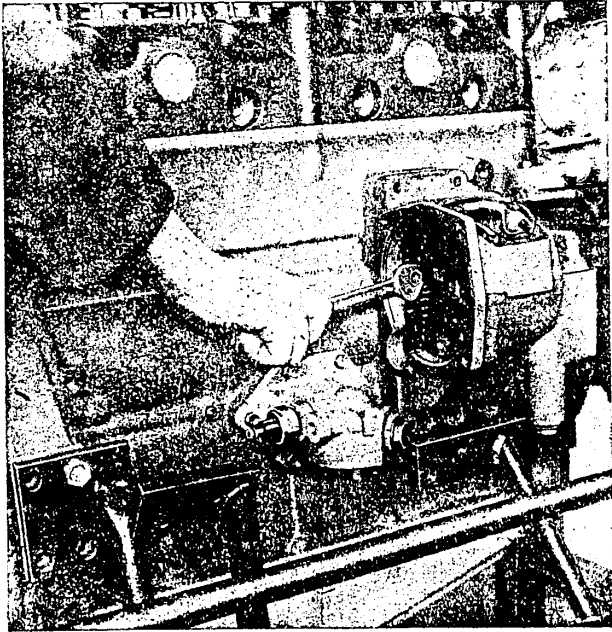

Bild M 15. Abschrauben der Befestigungsschraube im Antriebsgehäuse (entfällt ab Motor Nr. 19-78/6140)
13. Befestigungsschrauben für Antriebsgehäuse heraus-schrauben (Befestigungsschraube im Antriebsgehäuse nicht vergessen) und Antriebsgehäuse abnehmen (Bild M 15).